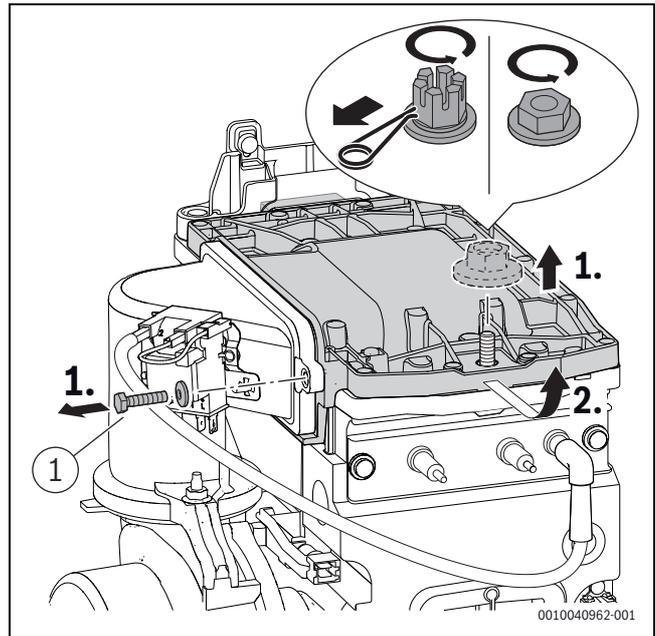

Bild 80 Brennerdeckel ausbauen
- ▶ Schraube ([1], Bild 80) am Brennerdeckel mit 5,5+0,5 Nm festziehen.